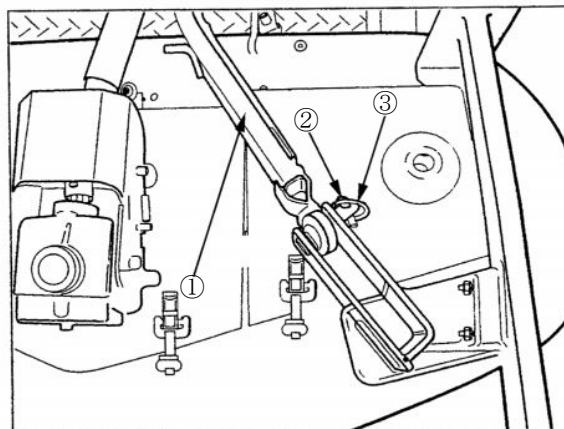

Figure 8
1. Push the Mower under the lift arms ①.
2. Align the lift arms with Mower mounts. Install pins ②, and snap pins ③. Figure 8.
1. Pousser la tondeuse sous les bras de levage ①.
2. Aligner les bras de levage avec les montures de la tondeuse. Mettre les goupilles ② et les joncs ③ en place, Figure 8.